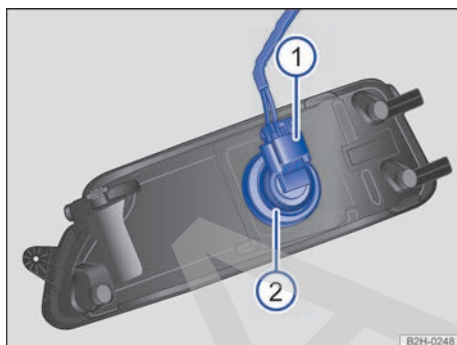

Fig. 198 Cambiar la lámpara del faro.
5. Desbloquee el conector → fig. 198 **1** y desacóplelo.
6. Gire el portalámparas → fig. 198 **2** en el sentido de la flecha, en el sentido contrario al de las agujas del reloj, hasta el tope y extráigalo junto con la lámpara hacia atrás.
9. Acople el conector → fig. 198 **1** al portalámparas → fig. 198 **2**. El conector debe encastrar de forma audible.